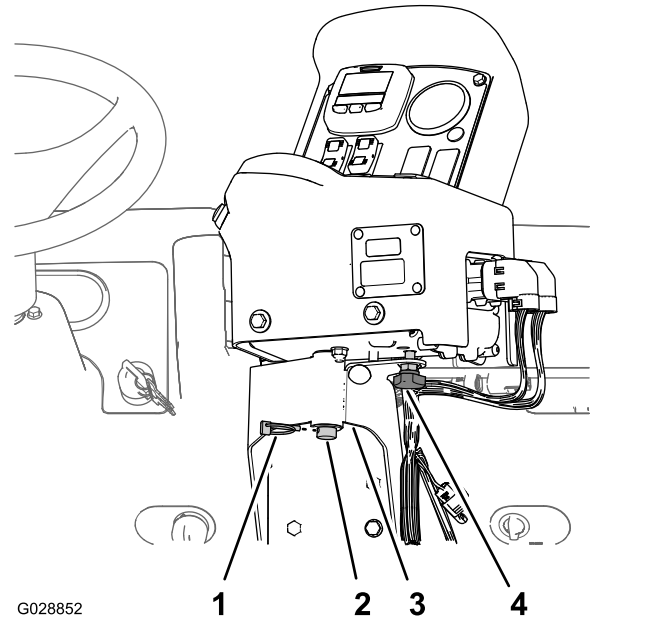

図 18
2. 先ほど外したヘアピンを使って、コントロールコンソールを、コントロール取り付けブラケットに固定する (図 18)。
3. 操作中にコンソールが回転しないようにハンドノブを取り付ける 図 18。